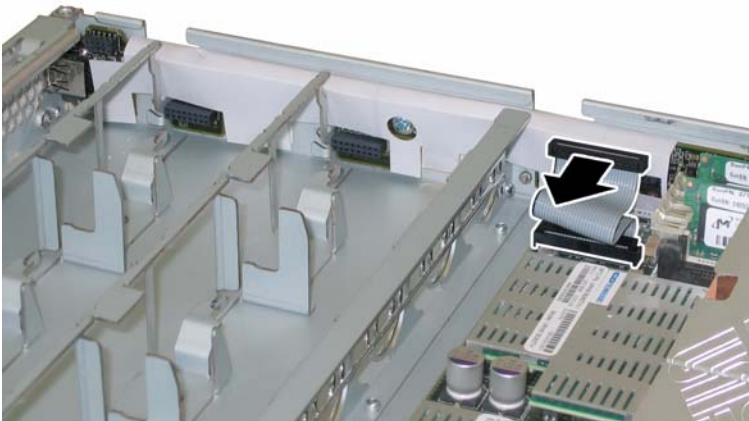

ABBILDUNG 3-27 Abziehen des Verbindungskabels von der vorderen I/O-Platine
10. Trennen Sie das Verbindungskabel zwischen vorderer I/O-Platine und Hauptplatine. Siehe **ABBILDUNG 3-27**.